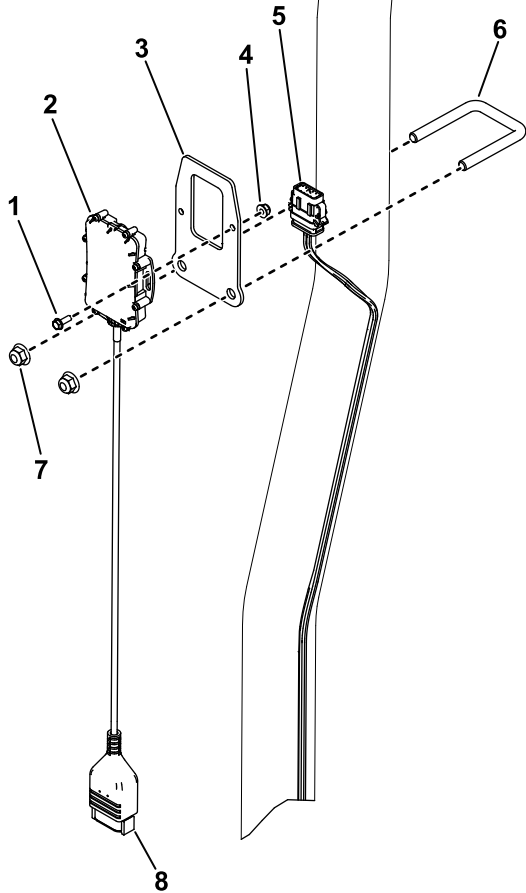

图 5
- 使用 2 个螺栓 (#10) 和 2 个螺母 (#10) 将远程信息处理装置固定到装置支架上图 5。
2. 用 1 个 U 形螺栓和 2 个螺母 3/8 英寸将装置支架固定到翻车保护杆上 图 5。
3. 将装置接头安装至标有 P02 的远程信息处理线束上的接头 图 5。